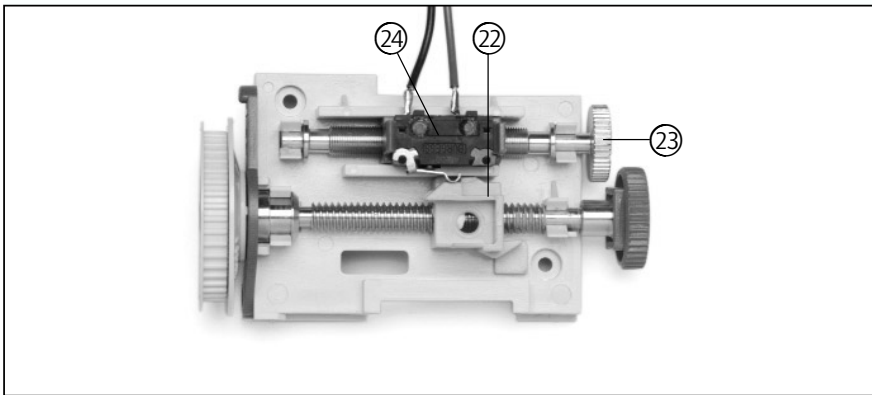

Рис. 10: Регулировка опорной точки (ворота открыты)
- Проверните теперь с помощью маленького колёсика с накаткой (23) регулировочный шпindel до положения, при котором каретка (22) вызовет срабатывание выключателя опорной точки (24) (см. рис. 10).
- Поверните меньший накатной ролик (23) еще на 2 оборота (WA 100) или на 5 оборотов (ITO 100) против часовой стрелки.